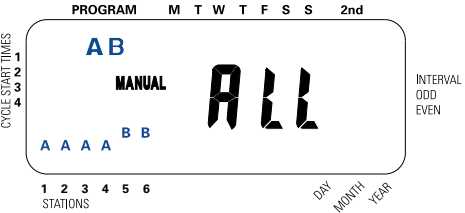

Abbildung 9: Manuelle Ausführung von sowohl Programm A als auch B
- Stellen Sie den Drehschalter auf **AUTO (AUTOMATIK)**, dann drücken Sie die Taste **MANUAL (MANUELL)**. In der Anzeige blinken „AB“ und „ALL“ (ALLE). [Siehe Abbildung 9] Dies zeigt an, dass alle Stationen in den „A“- und „B“-Programmen für die zugewiesene Dauer jeweils in Reihenfolge bewässern.